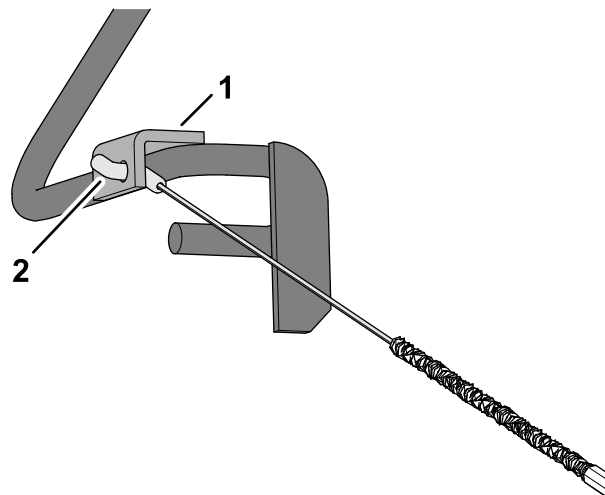

**Figura 10**
- Inserte el acoplamiento del cable a través del taladro en el soporte de la barra de presencia del operador, tal y como se muestra en la Figura 10.